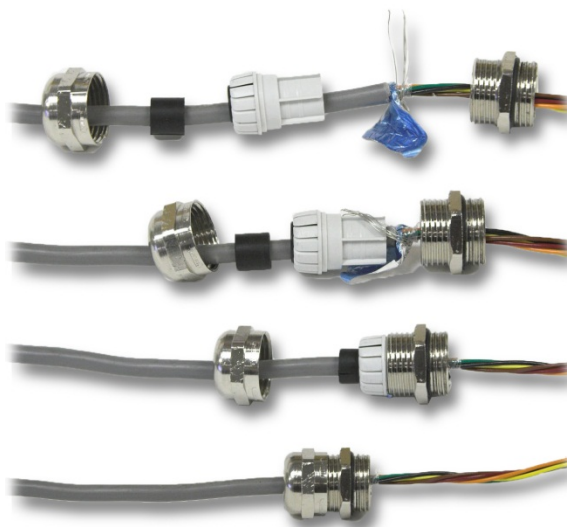

Figura 3-17: Terminazione dello schermo al pressacavo
3. I cavi con schermi devono avere lo schermo che termina al pressacavo come mostrato in Figura 3-17. Mettere insieme i fili schermati e assicurarsi che ci sia abbastanza filo per un buon contatto con le parti di metallo del pressacavo.